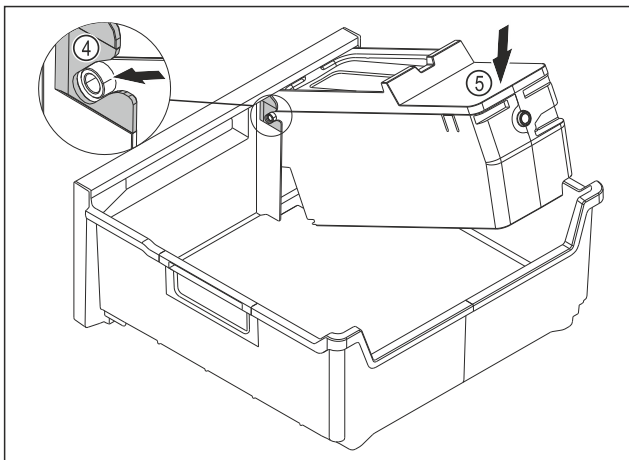

Fig. 97
- ▶ EasyTwist-Ice-Korpus montieren: Achsen des EasyTwist-Ice-Korpus in die Führungen Fig. 97 (4) einschieben.
- ▶ EasyTwist-Ice-Korpus Fig. 97 (5) hinten nach unten drücken.